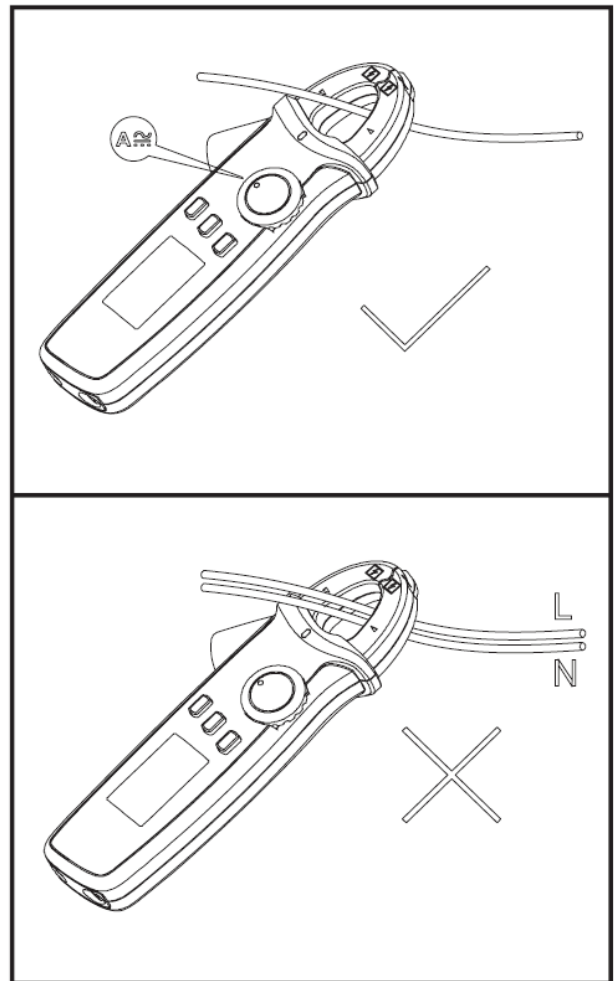
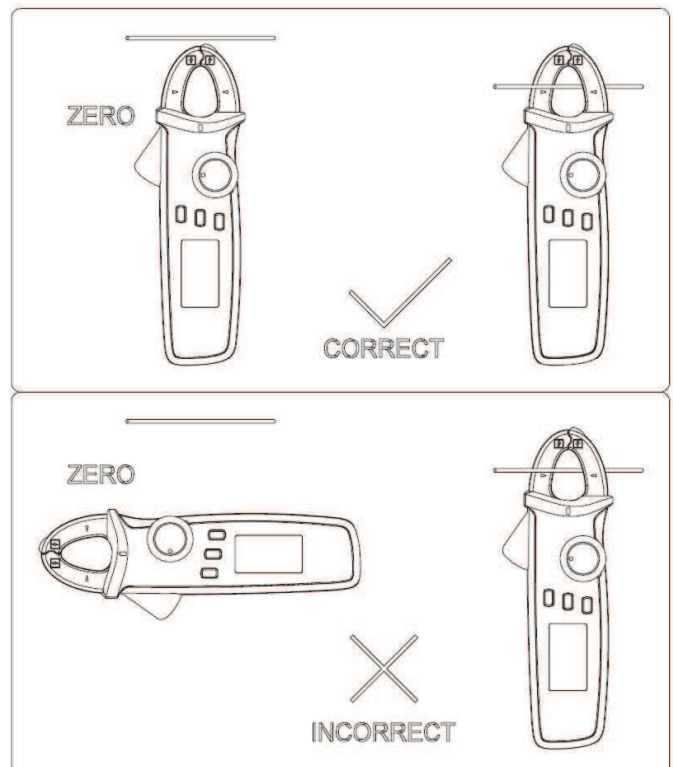

Рис.5
Рис.6
8.3. Измерение постоянного и переменного тока (рис. 5 и рис.6)